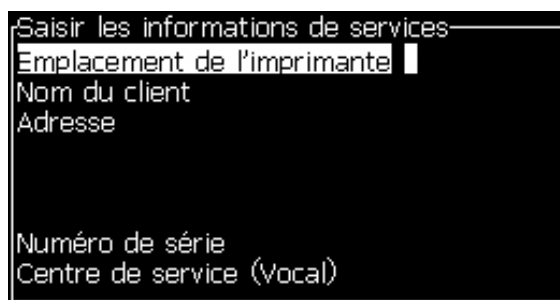

Figure 4-23: Boîte de dialogue Saisir les informations de service
- 2 Sélectionnez l'option *Saisir les informations de service* et appuyez sur la touche *Entrée*. La boîte de dialogue *Saisir Mot de passe* apparaît (voir la section Figure 4-23).